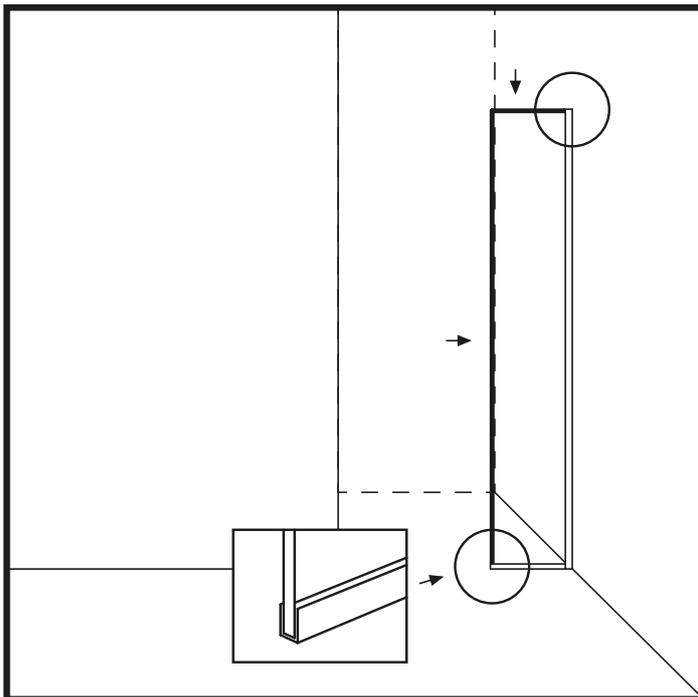

Abbildung 7
16. Setzen Sie das Duschglas zwischen die U-Leisten und drücken Sie es zur Wand hin und nach unten, damit das Silikon am Glas haften bleibt. (Abbildung 7)